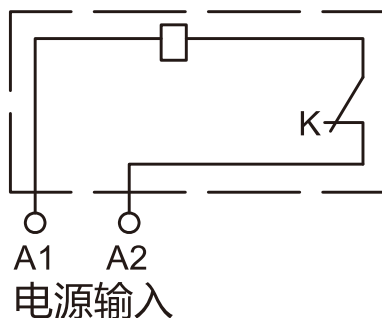

图2 分励脱扣器接线图
5.4.2.1 分励脱扣器的外加电压介于额定控制电源电压70%~110%之间时，能可靠分断断路器,接线图见图2。